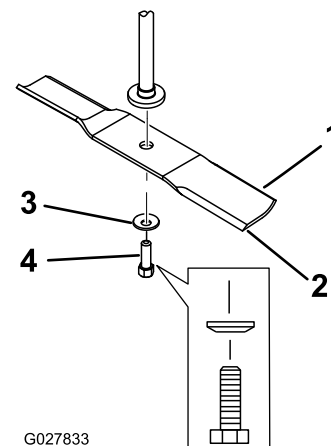

Figura 59
2. Togliete il bullone, la rondella curva e la lama dall'asse del fusello (Figura 59).
1. Montate la lama sull'asse del fusello (Figura 59).
2. Montate la rondella curva (lato concavo verso la lama) e il bullone della lama (Figura 59).